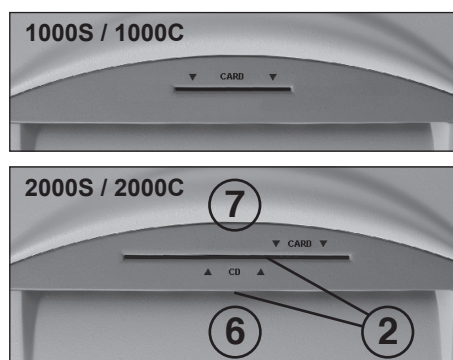

Рис. 2
- 2 = Светодатчик (для движения вперед) (рис. 2)
- подавать бумагу в режущий механизм через приемное отверстие для поддачи бумаги (6) (рис. 2)
- подавать носители информации (CD, DVD или кредитные карточки) по одному в режущий механизм через отдельно расположенное безопасное приемное отверстие (7) (рис. 2).